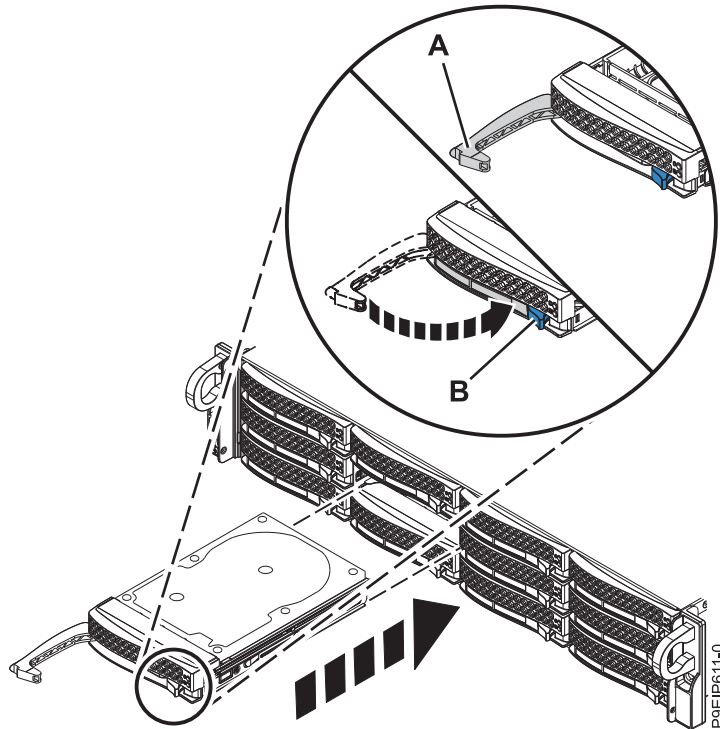

Figure 15. Détails relatifs à la fixation d'une unité de disque
7. Verrouillez la poignée de la baie d'unité (A) en poussant le loquet de la poignée jusqu'à ce qu'il soit verrouillé en position (B) comme indiqué dans la figure 15, à la page 16.